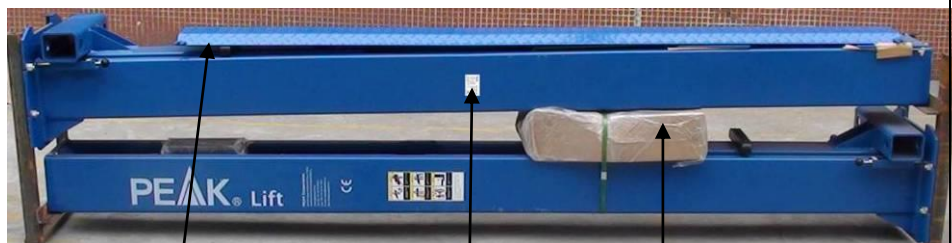

**Рис. 6**
1. Упакованный подъемник с гидростанцией (См рис. 6)